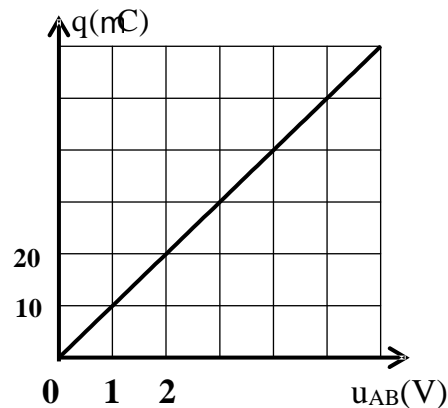

Figure 2
À l'instant $t_0 = 0$, un élève ferme le circuit. A l'aide d'un système d'acquisition informatisé, le groupe d'élèves obtient la courbe des variations de la charge q du condensateur équivalent à l'association des deux condensateurs (c_1) et (c_2) en fonction de la tension u_{AB} (figure 2).
- 1.2. En exploitant la courbe de la figure 2, déterminer la valeur de la capacité C_{eq} du condensateur équivalent aux deux condensateurs (c_1) et (c_2).